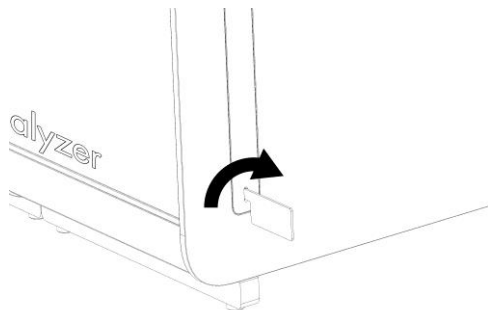

Figura 10. Scoaterea capacelor de protecție.
- 1e. Scoateți capacele de protecție din partea laterală a modului analitic, la care urmează să fie atașat modulul analitic suplimentar (Figura 10).